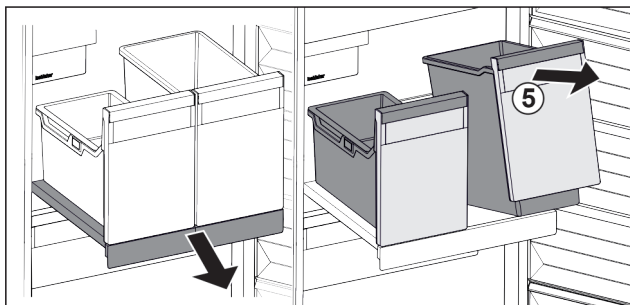

Fig. 138
- Behälter Fig. 138 (5) vorne anheben.